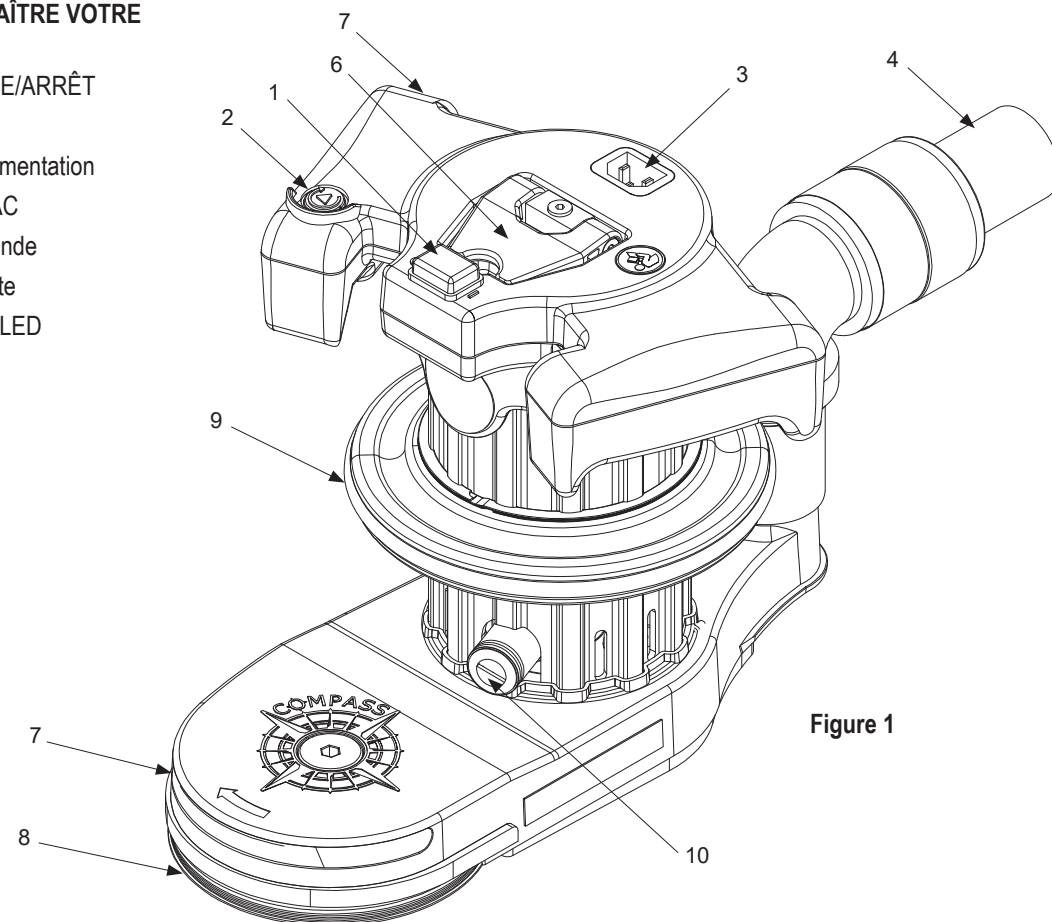

Figure 1
3. Assurez-vous que le contacteur de commande est en position « ARRÊT » puis branchez le câble d'alimentation à un fusible correctement mis à la terre. Connectez le câble d'alimentation à la prise du cordon d'alimentation (Figure 1).
4. Avec la machine en position inclinée, déplacez l'interrupteur MARCHE/ARRÊT sur la position « MARCHE » (Figure 1).